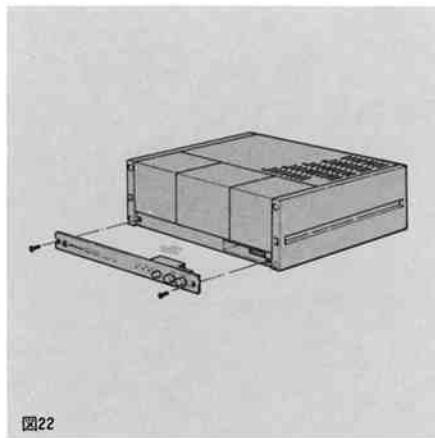

図22
1. まずB-I本体の付属パネルを、取付ネジ2本を外して手前（水平）に引き抜きます。（図22）
(ネジは図22で外したネジをご使用ください)